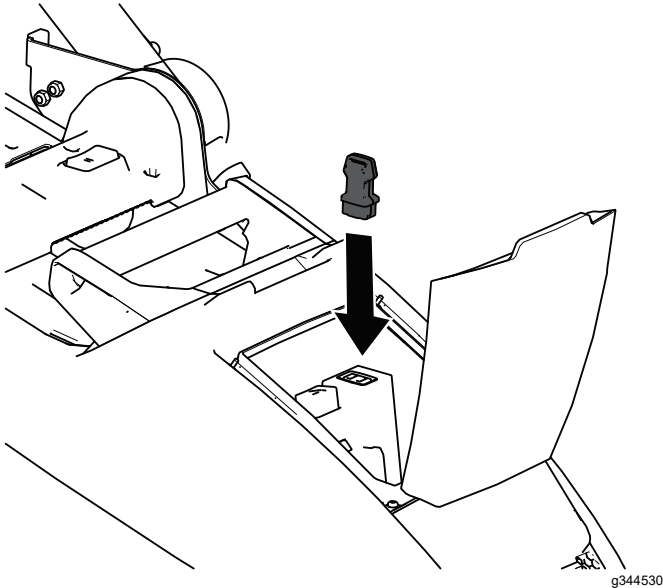

Bild 10
2. Setzen Sie den Sicherheitsschlüssel in die Maschine ein (Bild 10).
1. Lassen Sie den Schaltbügel los (Bild 10).
2. Entfernen Sie den Sicherheitsschlüssel von der Maschine (Bild 10).